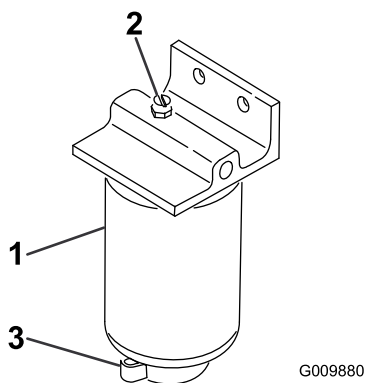

Figure 57
2. Desserrez le robinet de vidange au bas de la cartouche du filtre (Figure 57).
1. Nettoyez la surface autour des supports de la cartouche du filtre (Figure 57).